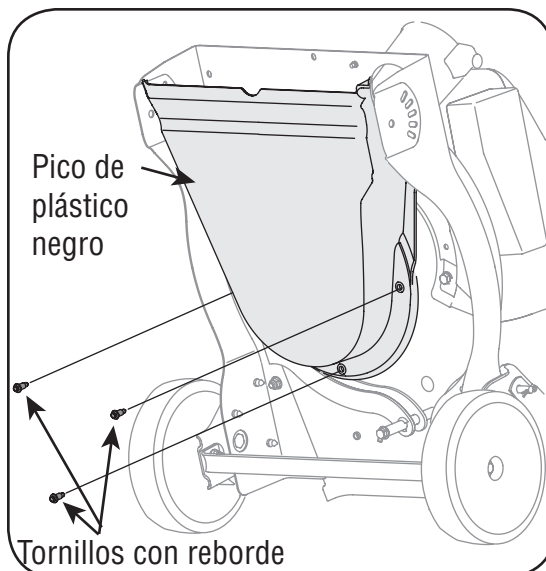

Figura 5-6
- Incline la unidad con cuidado y apóyela hacia arriba para obtener acceso por la parte inferior al material de montaje del pico y al motor. Retire los tres tornillos con reborde que aseguran el pico de plástico negro a la caja inferior. Consulte la figura 5-6.